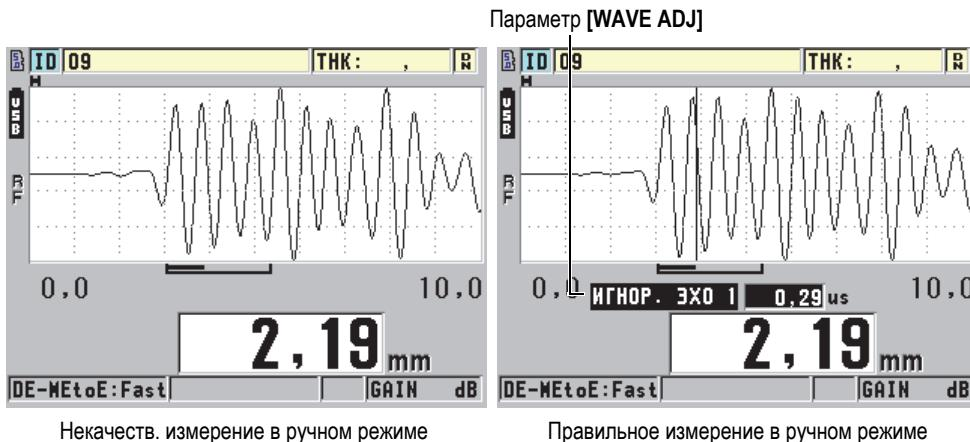

Рис. 6-5 Сравнение измерений в ручном режиме
- Появится параметр настройки волны (см. Рис. 6-5 на стр. 88).